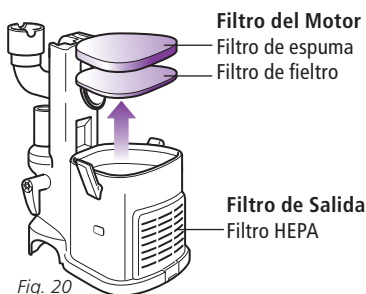

Fig. 20
- 2 Saque los 2 filtros de la parte de arriba de la base del motor. (Fig. 20)